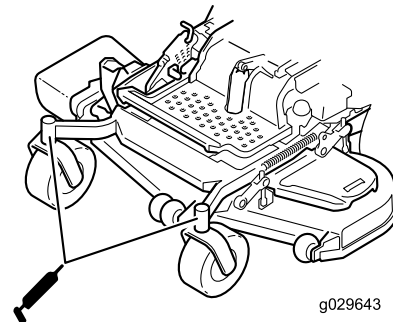

Bild 50
6. Drehen Sie die Sechskantschraube und Staubkappe wieder ein (Bild 50).
7. Fetten Sie die Laufradlager ein (Bild 50).